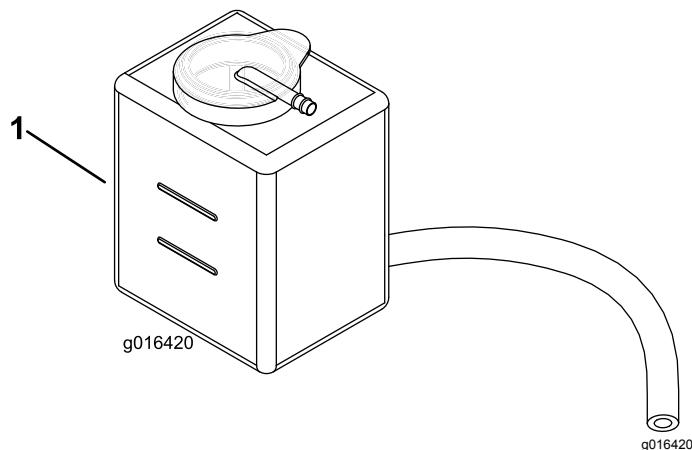

图25
2. 检查冷却液液位 图25。发动机冷却时、液位应介于备用水箱的上下两条线之间。